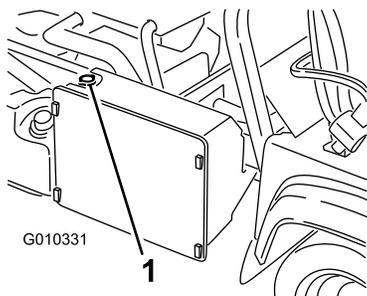

Figure 54
3. Retirez le bouchon de radiateur (Figure 54).
4. Enlevez le bouchon du vase d'expansion (Figure 54).
7. Faites l'appoint du radiateur et remettez le bouchon en place (Figure 54).